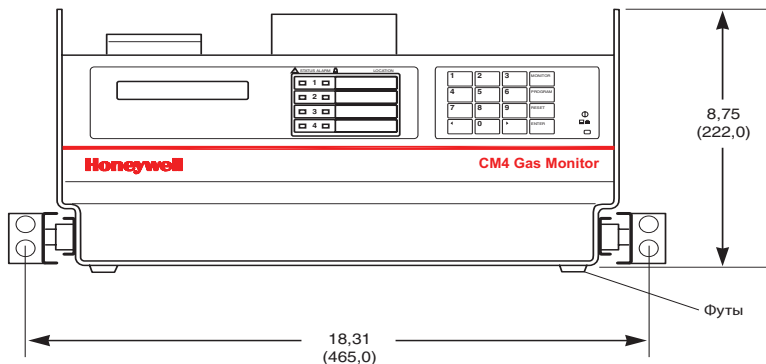

Рис. 3-3. Габариты комплекта для монтажа в стойку
На рис. 3-3, 3-4, и 3-5 представлены примеры монтажа в стойку.
- Определите точную ширину зазоров и габариты для размещения устройства. См. *рис. 3-3*